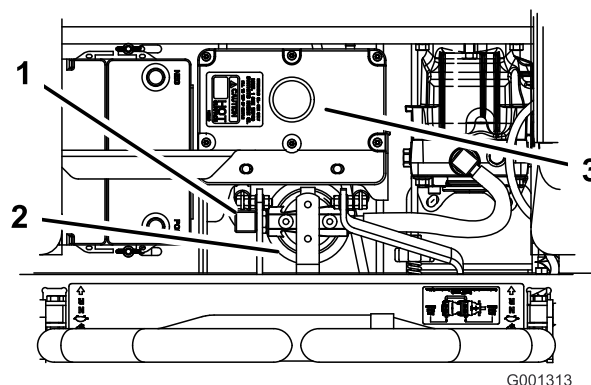

Figure 85
4. Débranchez la conduite hydraulique droite qui est raccordée à l'adaptateur (Figure 85).
6. Rebranchez la conduite hydraulique droite à l'adaptateur (Figure 85).
9. Remplissez le réservoir hydraulique jusqu'à ce que le liquide déborde du filtre. Tournez alors le filtre à huile dans le sens horaire jusqu'à ce que le joint en caoutchouc touche l'adaptateur du filtre. Serrez ensuite le filtre d'un demi-tour supplémentaire (Figure 85).